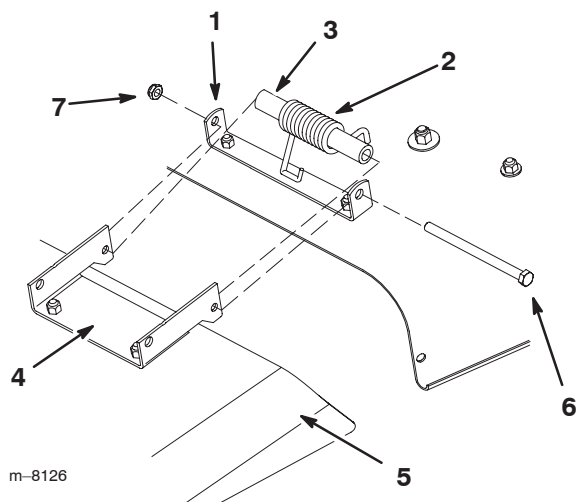

Figure 47
1. Enlevez le contre-écrou, le boulon, l'entretoise et le ressort qui fixent le déflecteur aux supports du plateau de coupe (Fig. 47). Enlevez le déflecteur s'il est endommagé ou usé.
3. Placez le ressort et l'entretoise de sorte que les extrémités crochues du ressort soient dirigées vers le bas, avec une extrémité touchant le plateau de coupe et l'autre passant par dessus le déflecteur (Fig. 47).
2. Placez le déflecteur en face des trous des supports, et les extrémités droites du ressort et de l'entretoise dans l'espace entre les supports et au-dessus du déflecteur (Fig. 47).